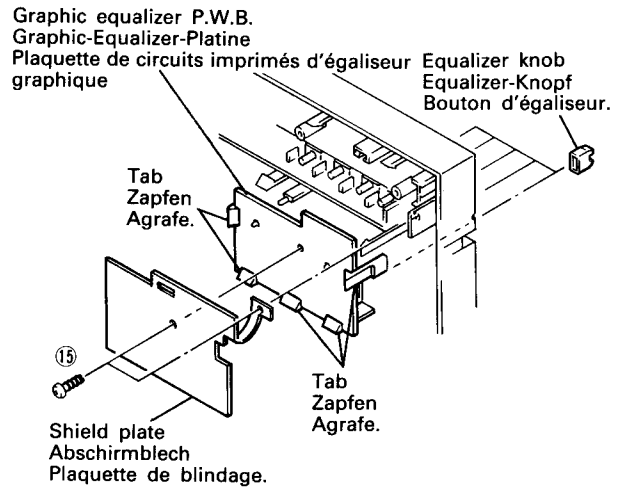

Fig. 10 Abb. 10
**11. Graphic-Equalizer-Platine (Abb. 10)**
**11. Plaquette de circuits imprimés d'égaliseur graphique (Fig. 10)**